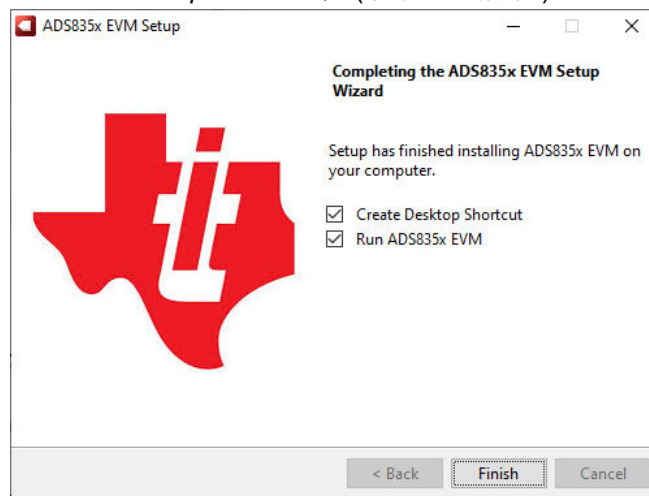

图 5-5. ADS835x EVM 软件安装最后一步
4. 在这些安装完成后, 选中 *Create Desktop Shortcut* 框 (如图 5-5 所示) 。